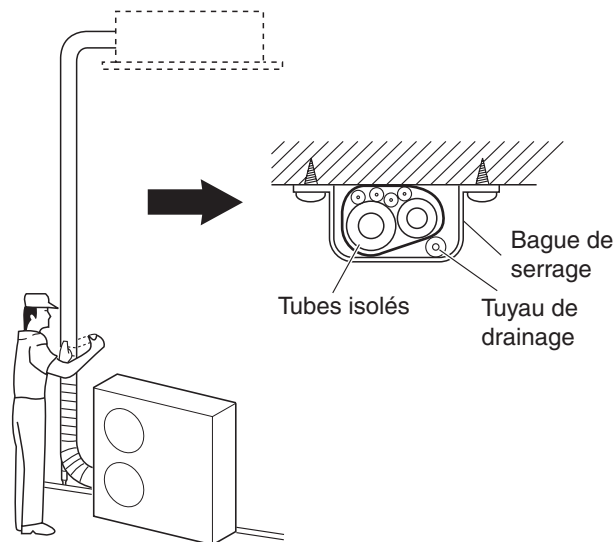

Fig. 6-10
- (1) À présent, isolez ensemble les tubes de liaison (et les raccordements électriques si les codes locaux l'autorisent) à l'aide d'une bande de renforcement de façon à former un faisceau unique. Pour éviter que de la condensation ne déborde du bac de récupération, séparez le tuyau de drainage du tube frigorifique.
- (2) Enroulez la bande de renforcement en partant du bas de l'unité extérieure jusqu'au sommet des tubes, là où ils pénètrent dans le mur. En enveloppant les tubes, veillez à chevaucher la moitié du tour de bande précédente.
- (3) Fixez le faisceau de tubes au mur en utilisant 1 bague de serrage environ tous les mètres. (Fig. 6-10)